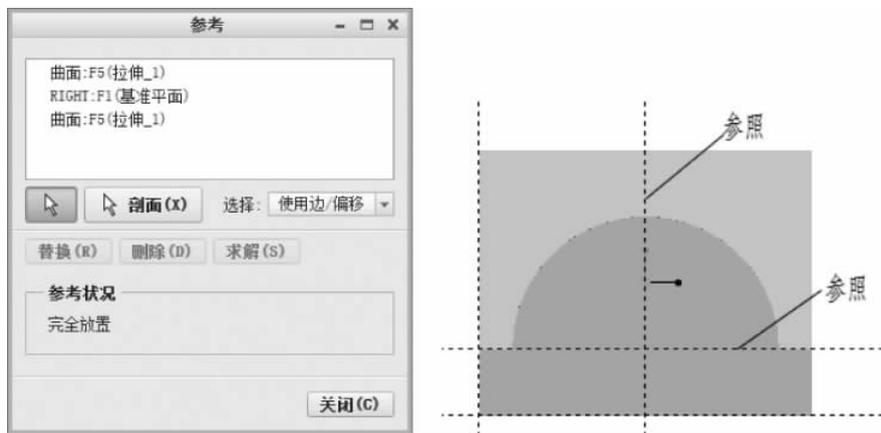

图 3-25 建立参照面
④ 选择【设置】区域的【参考】命令,出现【参考】对话框,在【导航区】选择 RIGHT 基准面和左端上表面为参照,如图 3-25 所示;